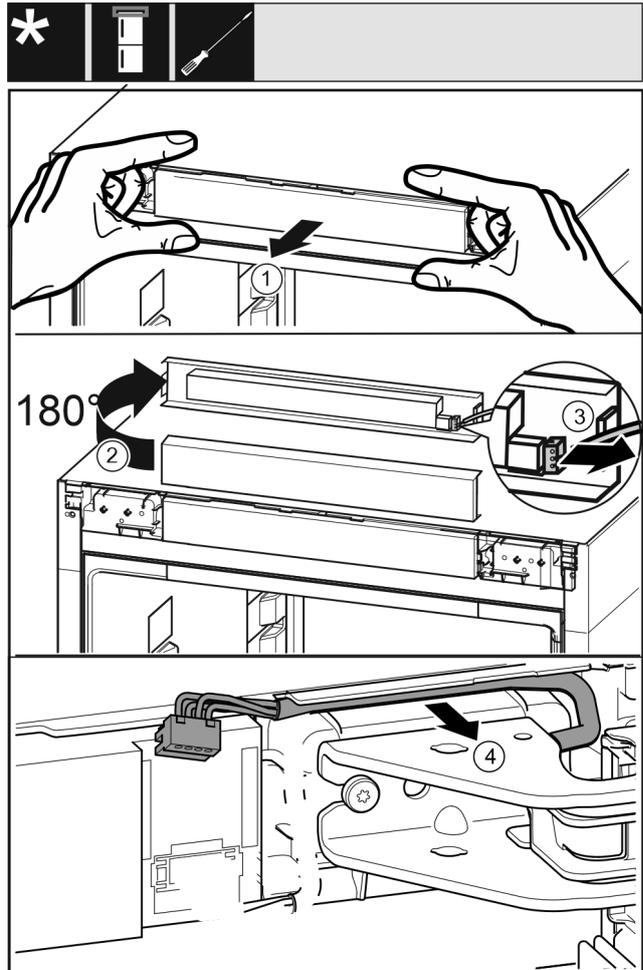

Fig. 6
- ▶ Bedienblende des Geräts vorsichtig nach vorne lösen. Fig. 6 (1)
- ▶ Bedienblende nach oben um 180° drehen. Fig. 6 (2)
- ▶ Die Rastnase nach hinten drücken und den Stecker vorsichtig herausziehen. Fig. 6 (3)
- ▶ Kabel über Lagerbock vorsichtig aus der Führung lösen. Fig. 6 (4)